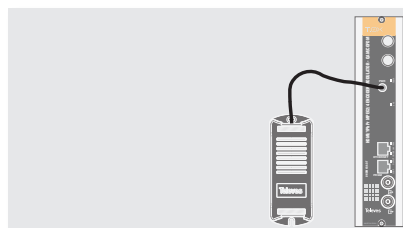

Fig. 1 / Рисунок 1
1. Installez le module dans le rack et raccordez le comme en figure 1.